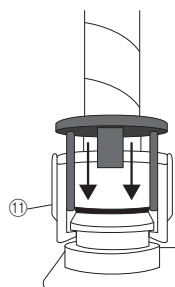
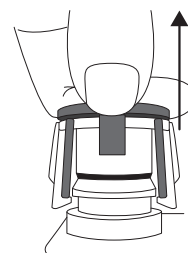

図6
図7
- 1) 取り外す時はカプラー⑪のロック解除ボタン(青色)を下方へ押し込む。(図6) 下方へ押し込んだ状態を維持し、上方へ引き抜く。(図7) (ロック解除ボタンを下方へ押し込んだ状態を維持しないと外れない。)